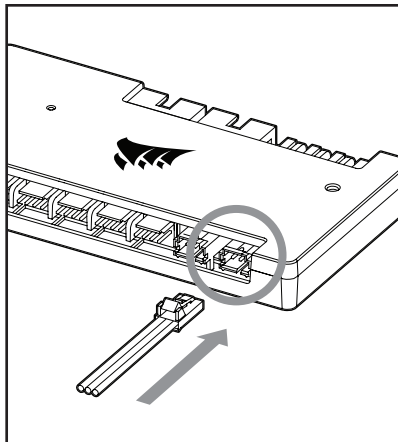

Figure 2
- Insert the RGB connector in a CORSAIR Commander PRO port or Lighting Node PRO port (figure 2).
- Insérez la connexion RGB dans le port d'un CORSAIR Commander PRO ou d'un Lighting Node PRO (figure 2).
- Stecken Sie den RGB-Stecker in einen CORSAIR Commander PRO-Port oder Lighting Node PRO-Port (Abbildung 2).
- Вставьте разъем RGB в отверстие контроллера CORSAIR Commander PRO или Lighting Node PRO (Рис. 2).